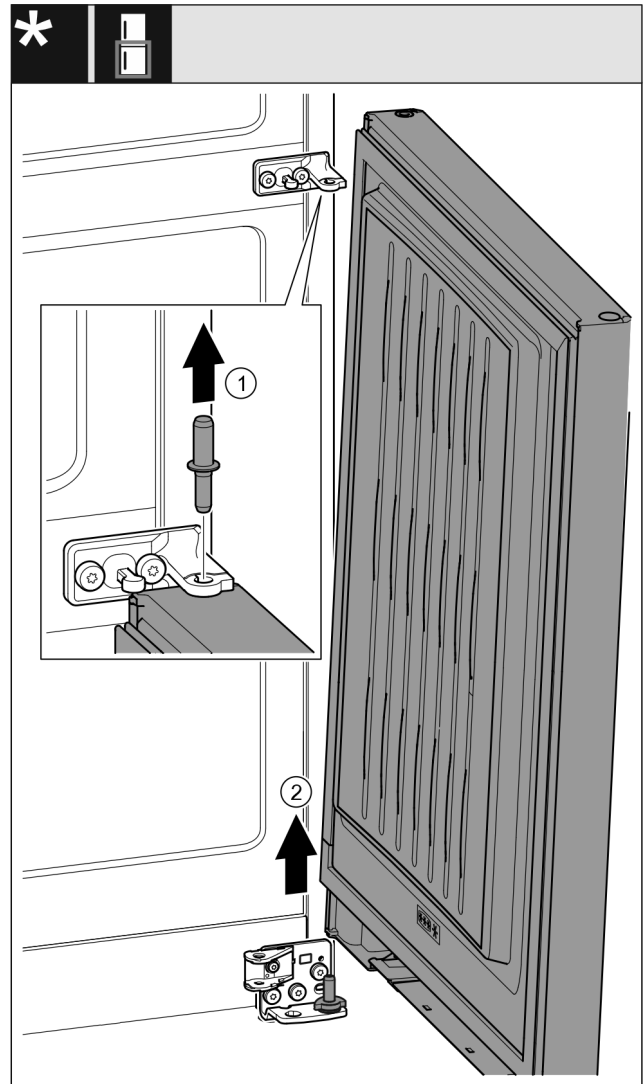

Fig. 32 Mit Schließdämpfer*
- Bolzen Fig. 32 (1) nach oben herausziehen.*
- Tür Fig. 32 (2) herausschwenken, nach oben ziehen und beiseitestellen.*